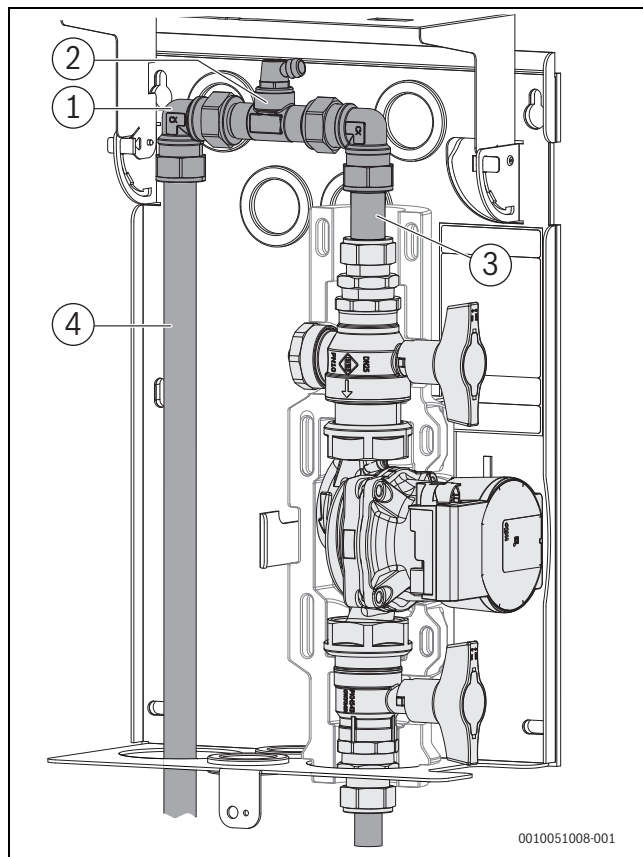

Fig. 21 Effectuer le raccordement hydraulique (en forme de U) (option 2, gestionnaire hybride et étrier de maintien non représentés)
- Monter le raccord olive d'angle Ø 22 mm et la section de tube du contenu de livraison sur le train de pompe (→ fig. 21).
- Appliquer une isolation thermique sur le tuyau de raccordement (→ Fig. 21, [4]) conformément aux règlements locaux.